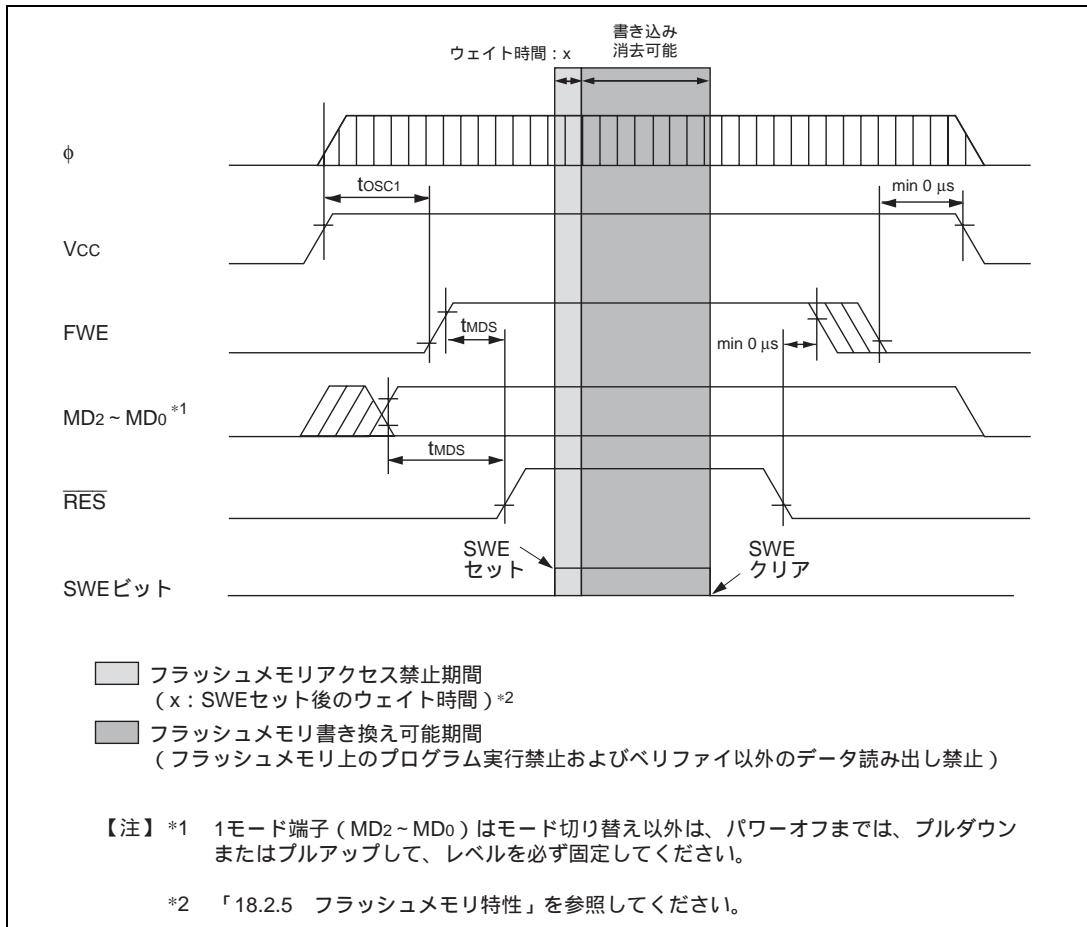
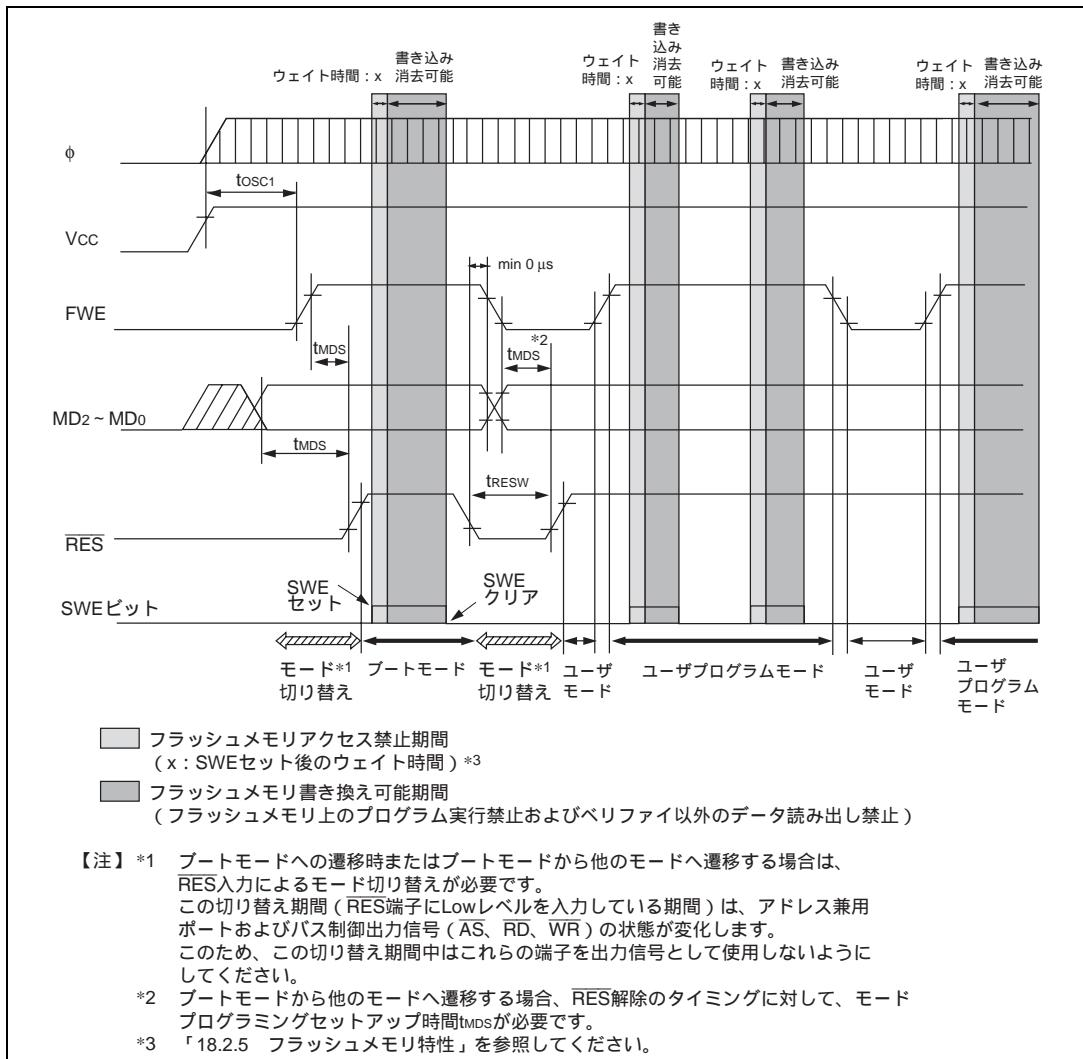

図 15.25 電源投入 / 切断タイミング (ブートモード)
図 15.27 モード遷移タイミング（例：ブートモード→ユーザモード↔ユーザプログラムモード）
### (2) 電源投入 / 切断時の注意（図 15.25 ~ 図 15.27 参照）
### (3) FWE 端子の印加 / 解除の注意（図 15.25 ~ 図 15.27 参照）